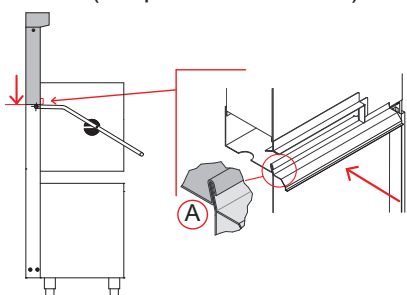

рис. 14
- Проверьте правильность крепления профиля (см. рис. 14 - А).